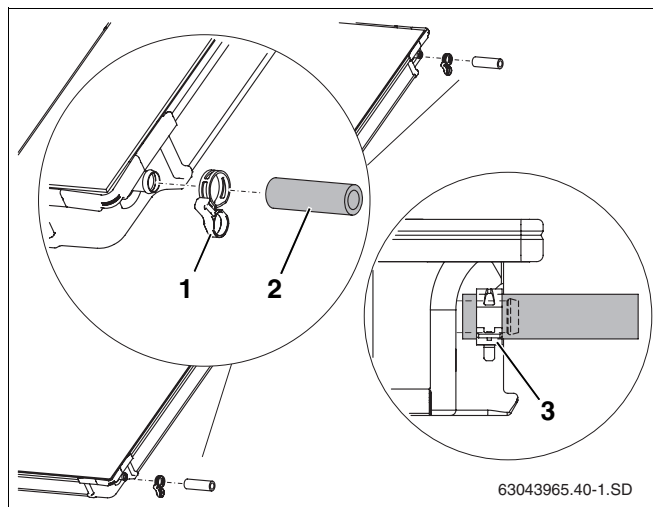

Fig. 20 Prémontier le kit de connexion
- Glissez les tubes solaires de 95 mm (fig. 20, **pos. 2**) sur les raccords droits du deuxième puis de tous les autres capteurs.
- Glissez les brides du compensateur (fig. 20, **pos. 1**) sur le tube solaire (la deuxième bride assurera le raccordement du capteur suivant).
- Une fois la bride placée correctement, serrer l'anneau de sécurité pour fixer la connexion (fig. 20, **pos. 3**).